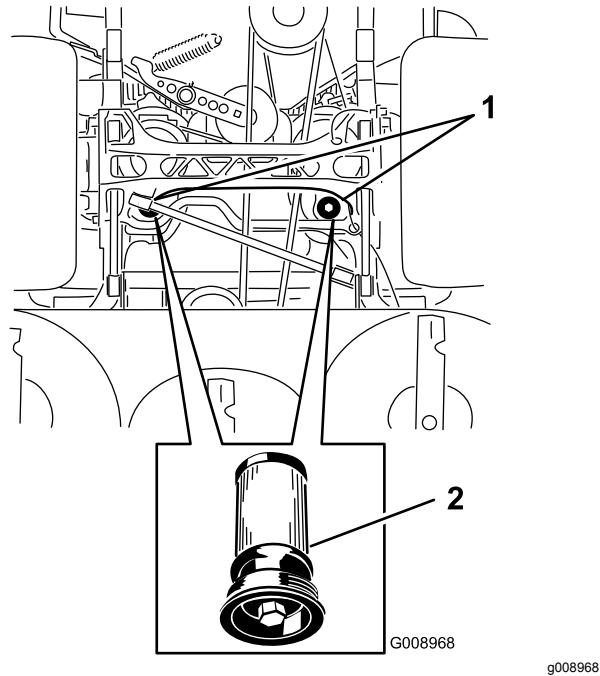

Figure 94
5. Placez un bac de vidange sous le filtre, retirez le filtre usagé et essuyez la surface (Figure 94).
- 6. Appliquez une fine couche de liquide hydraulique sur le joint en caoutchouc du filtre de recharge (Figure 94).